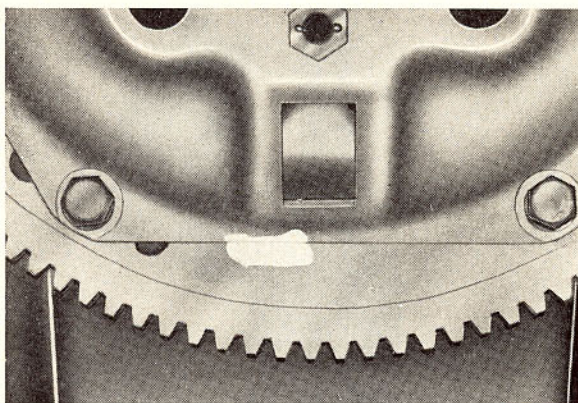

Bild 5. Sammärkning av koppling och svänghjul.
6. Kontrollera att koppling och svänghjul är märkta med färg enligt bild 5. Märk i annat fall upp koppling och svänghjul samt tryckplatta med körslag. Detta måste göras för att montering efter reparation av kopplingen skall kunna ske i det läge, i vilken den tidigare varit monterad.
1. Vrid svänghjulet så att färgmärkningen eller det vid demonteringen gjorda märket blir synligt, se bild 5.